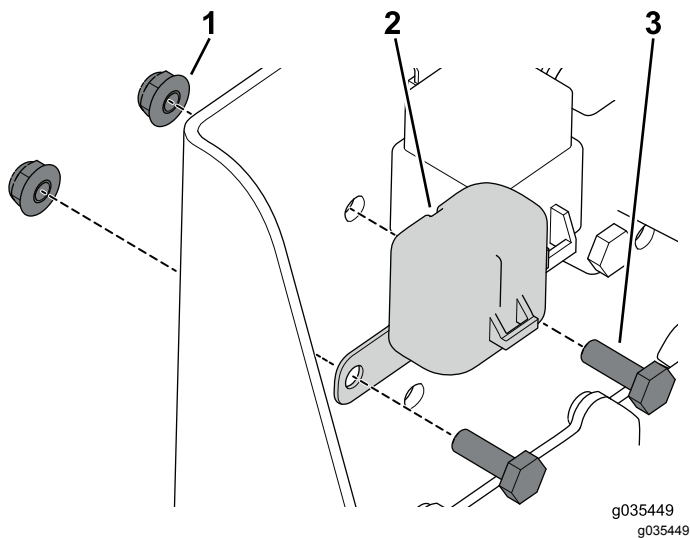

Bild 14
5. Befestigen Sie die Sicherungskappe mit den zwei Schrauben ($\frac{1}{4}" \times \frac{3}{4}"$) und Bundmuttern (**Bild 14**).